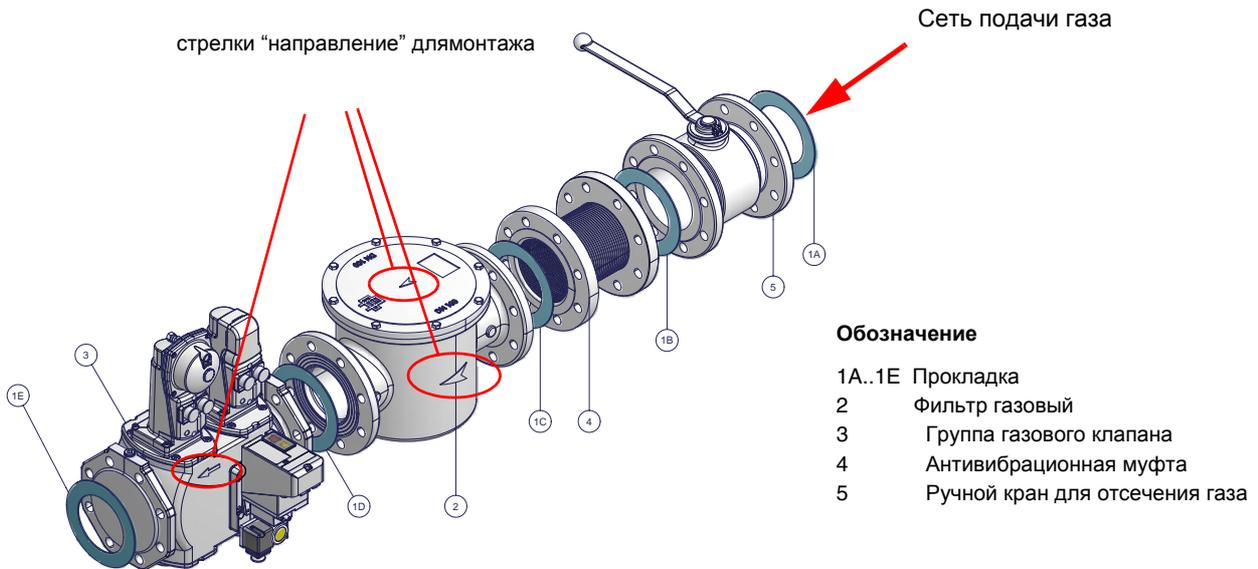

Рис. 4 - Пример газовой рампы
- 1 - б) при фланцевых соединениях: между соседними компонентами устанавливать прокладку (1A..1E - Рис. 4), совместимую с используемым газом,